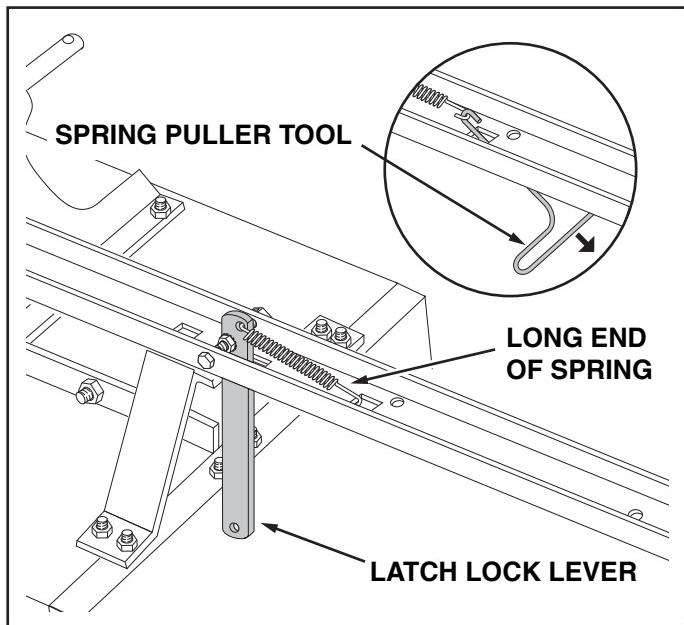

FIGURE 11
16. Hook the **short** end of the spring into the hole in the latch lock lever. Use the spring puller tool to hook the **long** end of the spring into the square hole in the tongue. The spring puller tool can be stored when finished. See figure 11.
16. Attachez la **petite** extrémité du ressort au trou se trouvant dans le levier loquet de verrouillage. Utilisez l' extracteur de ressort, comme montré dans la figure 11, afin d'attacher la **longue** extrémité du ressort à l'orifice carré sur la barre d'attelage.